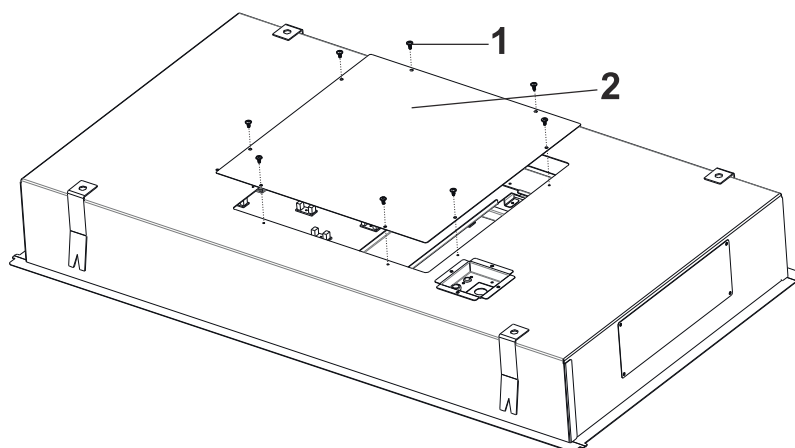

Fig. 31
6. ➔ Placér dækpladen oven på dækpladen med aftrækshullet for at lukke af for hullet vha. 3,5 x 9,5 skruer (Fig. 31).